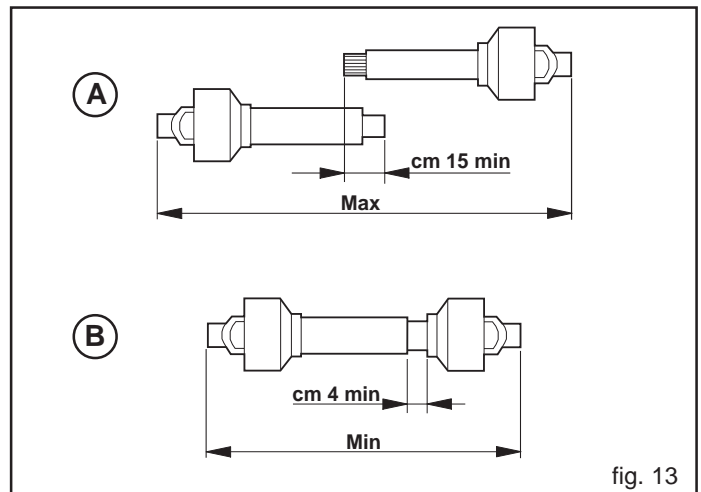

fig. 13
- Wenn die Kardanwelle so weit wie möglich herausgezogen ist, müssen sich die beiden Rohre mindestens um 15 cm überlappen (A Abb. 13). Wenn sie so weit wie möglich eingeschoben ist, muß ein Spiel von mindestens 4 cm bestehen (B Abb. 13).